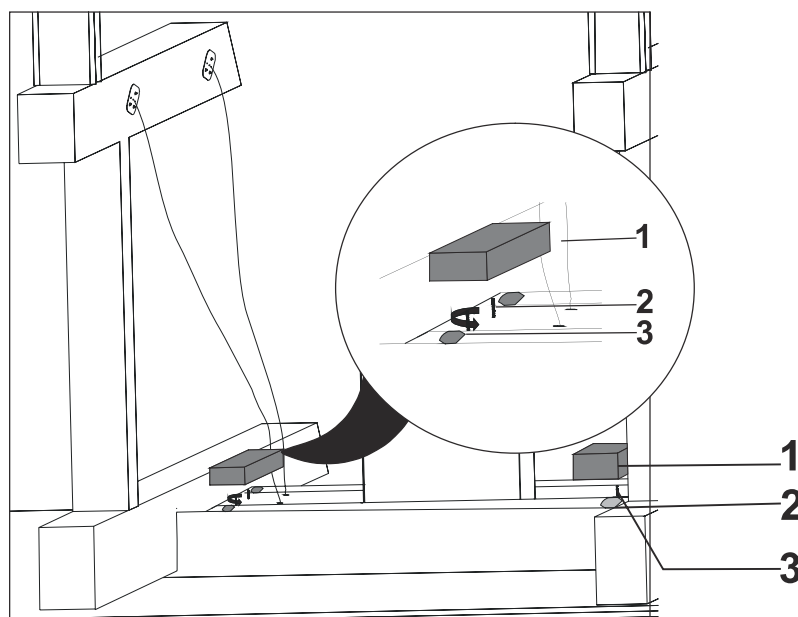

Fig. 24
9. ➡ Placér lægterne oven på emhætten, så de passer med skruenhullerne (Fig. 24).
For at undgå mulige vibrationer/ressonnans kan der placeres isolering ml. lægte og overflade (isolering købes separat) (Fig. 24).
Skrue nu nede fra igennem skruenhullerne op i lægterne for at spænde emhætten fast (Fig. 24)